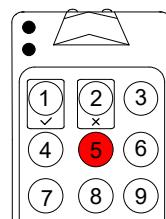

Рис. 10
5. Новая настройка сохранена, подсвечивается кнопка с установленной настройкой 5 (рис. 10)